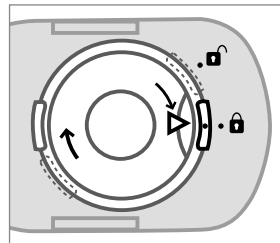

Рис. 3
5. Закройте крышку ингаляционной камеры обратно, повернув ее по часовой стрелке, так, чтобы маркер «» указывал на «» (рис. 3).